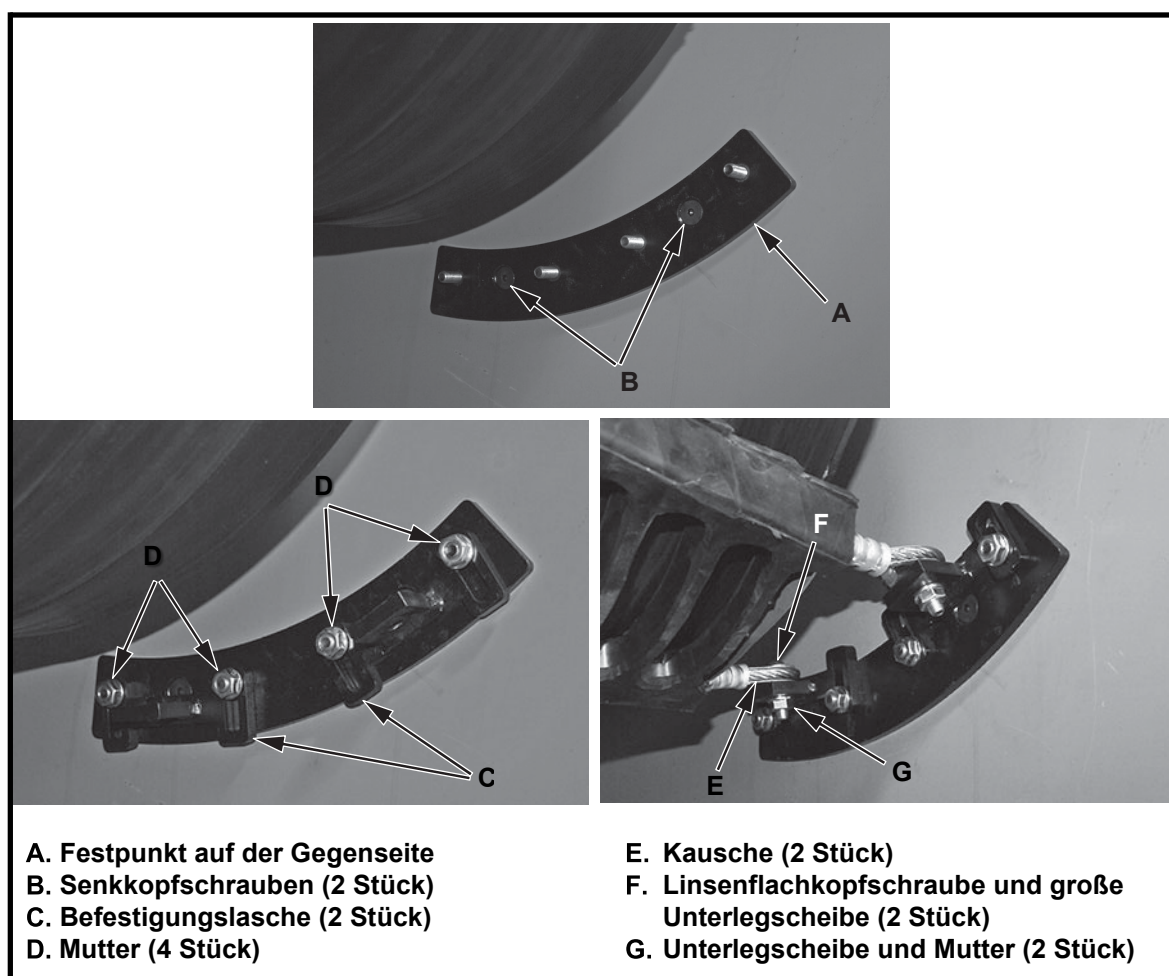

Abbildung 7: Montage der Festpunkte
- d) Befestigen Sie die Befestigungslaschen (C) mithilfe der Muttern (D). Ziehen Sie die Muttern handfest an (siehe Abbildung 7).
- e) Befestigen Sie den Vorkopfabstreifer an der Befestigungslasche auf der Gegenseite, indem Sie eine Linsenflachkopfschraube mit großer Unterlegscheibe (F) durch die Kausche (E) stecken und die Mutter mit Unterlegscheibe (G) festziehen. Ziehen Sie die Mutter handfest an.